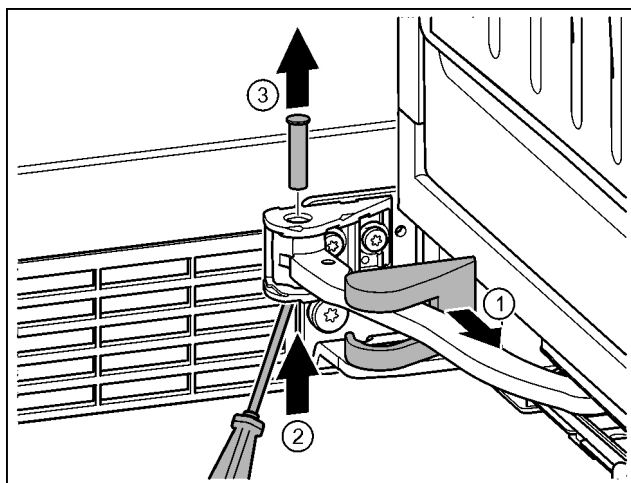

Fig. 15
- ▶ Снять крышку опорного кронштейна и переместить вдоль шарнира. Fig. 15 (1)
- ▶ Ручкой или отверткой приподнять палец снизу. Fig. 15 (2)
- ▶ Вставить отвертку под головку пальца и вытащить его. Fig. 15 (3)